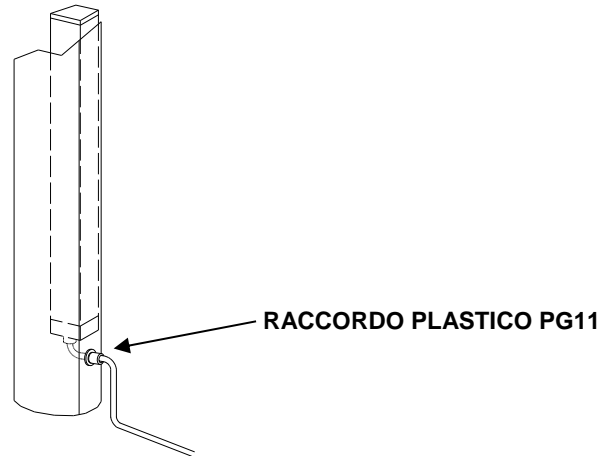

Figura 5
RACCORDO PASSACAPO (COLONNE FMC-EBR) (figura 5)
- Al termine del montaggio, far passare il cavo della barriera (che termina con il connettore femmina volante) attraverso il raccordo plastico PG11 predisposto nella colonna (figura 5).